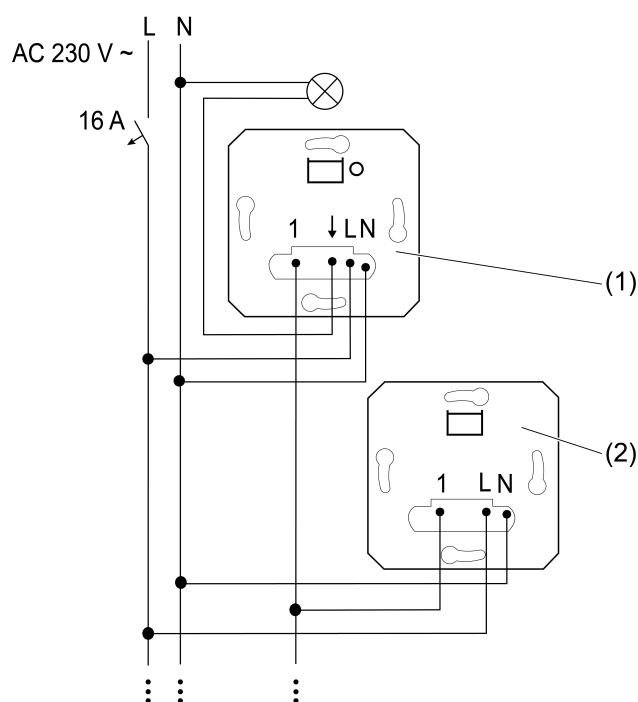
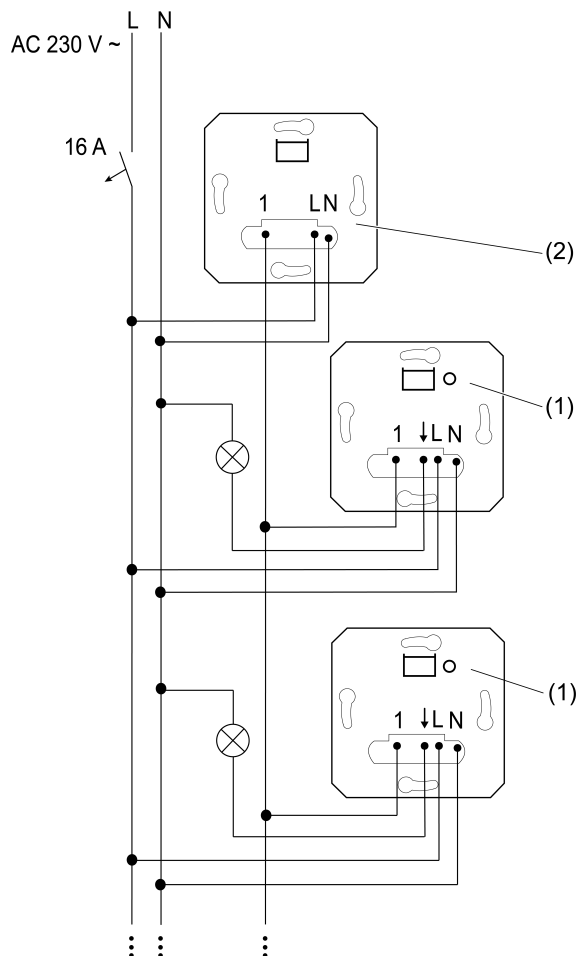
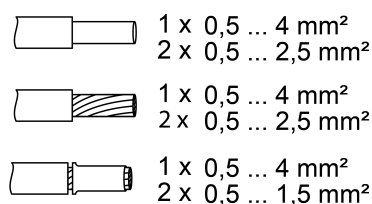

Imagen 1: Esquema de conexión estaciones auxiliares de 3 hilos en una estación principal
Imagen 2: Esquema de conexión de múltiples estaciones principales a una estación principal de 3 hilos para el control centralizado
Imagen 3: Secciones de cable conectables por apriete
- i** Se puede conectar hasta cinco estaciones auxiliares de 3 hilos (2) a una estación principal (1) (Imagen 1).
- i** Una estación auxiliar de 3 hilos (2) permite controlar conjuntamente hasta cinco estaciones principales (1) iguales o diferentes (Imagen 2).
- Conectar la estación auxiliar (2) según el esquema de conexión (Imagen 1) y (Imagen 2). Tenga en cuenta las secciones de cable conectables por apriete (Imagen 3).